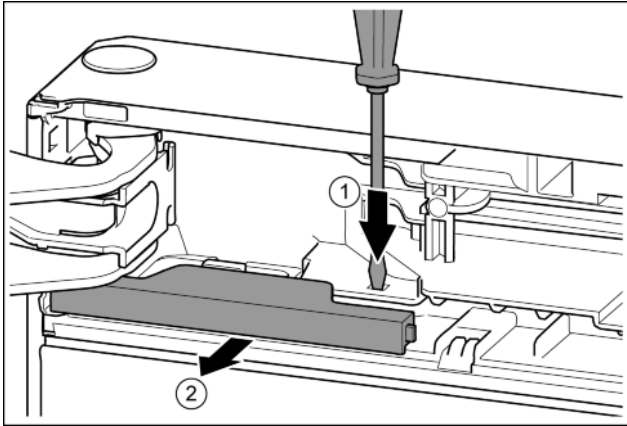

Fig. 12
- ▶ Lasche mit Schlitzschraubendreher drücken. *Fig. 12 (1)*
- ▶ Abdeckung aus der Verrastung ziehen. *Fig. 12 (2)*